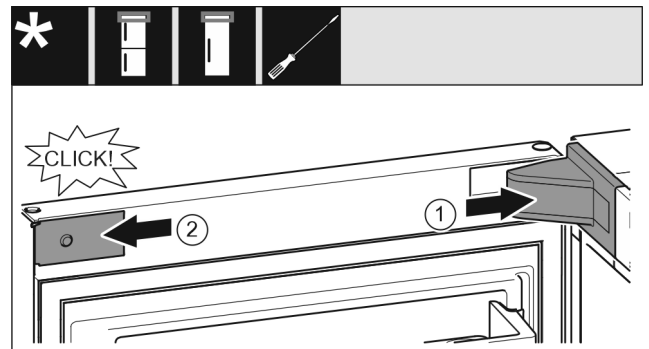

Fig. 22
- ▶ Applicare la copertura del blocco di supporto e innestarla, se necessario premere con cautela. Fig. 22 (1)
- ▶ Applicare il pannello lateralmente e innestarlo. Fig. 22 (2)